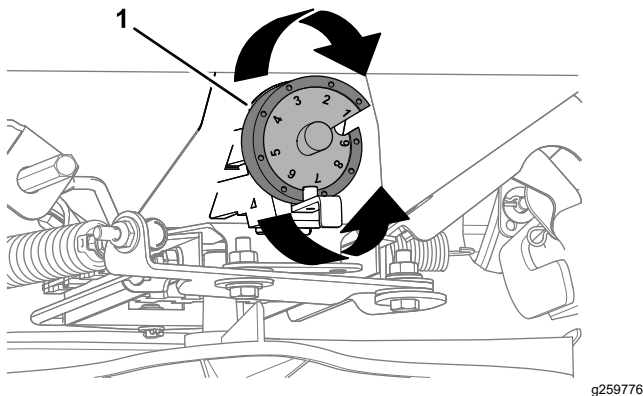

Figure 27
- Tournez la came de dosage (Figure 27) à la position de réglage déterminée à l'opération 4.